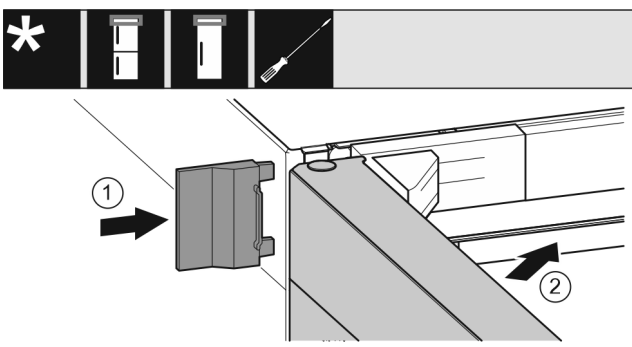

Fig. 21
- ▶ Potisnite zunanji pokrov gor. *Fig. 21 (1)*
- ▶ Zaprite zgornja vrata. *Fig. 21 (2)*